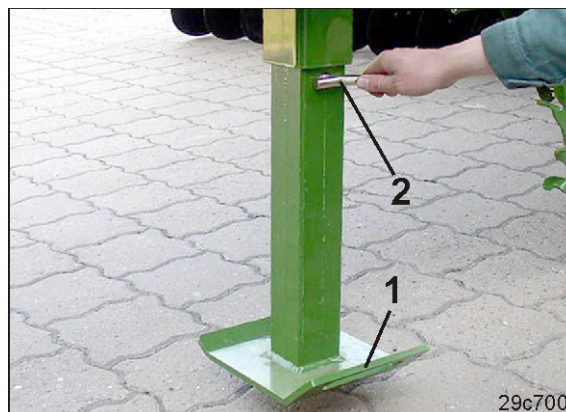

Рис. 148
10. Поднимайте нижние тяги трактора, пока опора (Рис. 148/1) не оторвется от земли.
15. Придерживая опору за ручку (Рис. 148/1), выньте палец (Рис. 148/2).
16. Переместите опору (Рис. 148/1) вверх и зафиксируйте пальцем.